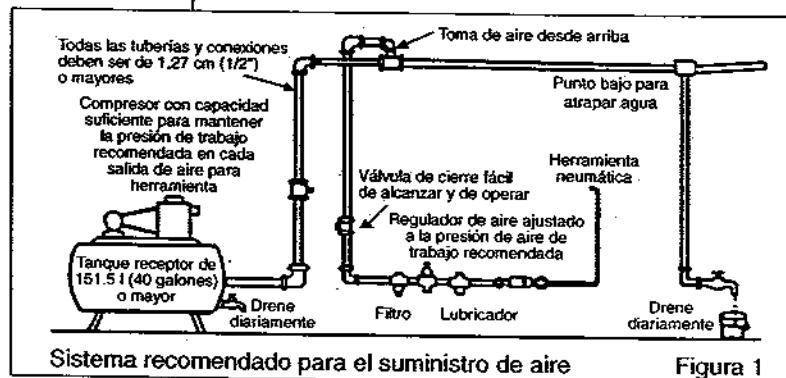

Figura 1
Use un suministro de aire limpio y lubricado que tenga una presión de 6,2 bar en la herramienta cuando la herramienta esté operando con el gatillo completamente oprimido y el regulador de aire en la posición de flujo máximo. Use el tamaño y longitud que hayan sido recomendados para la manguera. Se recomienda que la herramienta se conecte al suministro de aire como se muestra en la Figura 1. No conecte un acoplador de conexión rápida directamente a la herramienta. En su lugar, use una conexión flexible de aproximadamente 30 cm de longitud. No conecte la herramienta al sistema de la línea de aire sin incorporar una forma fácil de alcanzar y cerrar la válvula de cierre de aire. El suministro de aire debe estar lubricado. Se recomienda firmemente el uso de un filtro de aire, regulador o lubricador (FRL), como se muestra en la Figura 1, ya que así se podrá suministrar a la herramienta un aire limpio, lubricado y a la presión correcta. Los detalles de este tipo de equipo se pueden obtener de su suministrador. Si no se usa este tipo de equipo, la herramienta se deberá lubricar cerrando el suministro de aire a la herramienta y aliviando la presión en la línea al oprimir la palanca reguladora de velocidad en la herramienta. Desconecte la línea de aire y vierta dentro del adaptador de la manguera (16) una cucharadita (5 ml) de una aceite lubricante apropiado para motores neumáticos que contenga un inhibidor de corrosión. Vuelva a conectar la herramienta al suministro de aire y haga funcionar la herramienta durante unos segundos para permitir que el aire haga circular el aceite. Si la herramienta se usa frecuentemente o si comienza a perder velocidad o fuerza, lubríquela todos los días. Cuando la lubrique, asegúrese de que el filtro de aire en el adaptador de la manguera (16) esté limpio. Se recomienda verificar lo apretado que queden los fijadores instaladores con esta herramienta, utilizando un equipo de medición apropiado.